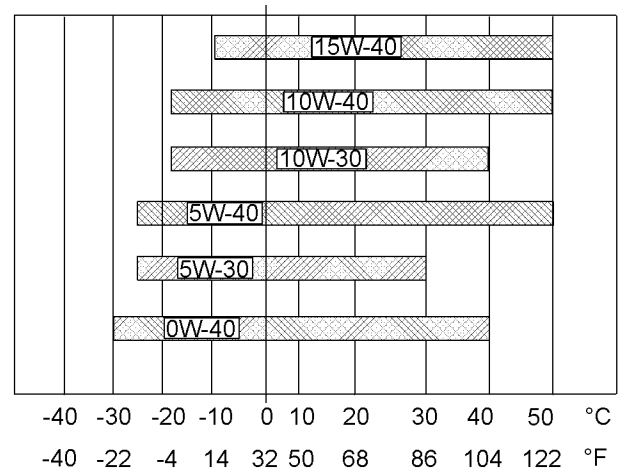

Ilustración 33
Consulte la Ilustración 33 (temperatura mínima) para determinar la viscosidad necesaria del aceite para arrancar un motor frío.
Consulte la Ilustración 33 (temperatura máxima) para seleccionar la viscosidad de aceite para la operación del motor a la temperatura ambiente más alta esperada.
- Consulte las “viscosidades de lubricante” correctas. Consulte la Ilustración 33 para encontrar el grado correcto de viscosidad de aceite para su motor.